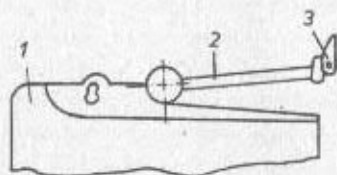

Bild 36 Aufgesetzte Zusatzkimme
- Zum Schießen mit dem Zusatzvisier den am Kornschutz überstehenden Teil des Federbügels anheben und das Zusatzkorn auf das Korn der Waffe setzen sowie die Zusatzkimme nach oben klappen (Bild 36).